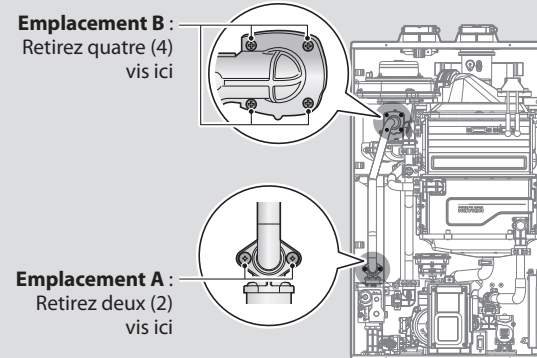

Figure 3. Retrait de la soupape à gaz du tuyau d'entrée de gaz et du moteur du ventilateur
- Utilisez un tournevis Phillips pour retirer les deux vis de l'emplacement A – le raccordement situé sous la soupape à gaz et relié au tuyau. Reportez-vous à la figure 3 à des fins de référence. Une fois les vis retirées, séparez délicatement le tuyau de la soupape à gaz.